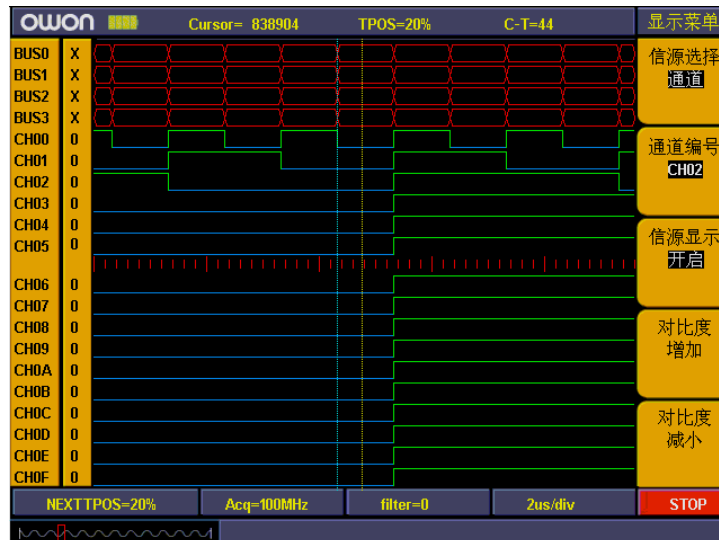

图4-13:通道开启和关闭设置
- 4、按“F3”键, 把信源显示设置为“开启”。重复3、4操作, 把通道CH01、CH02设置为“开启”。CH03~CH0F设置为“关闭”。见图4-13。